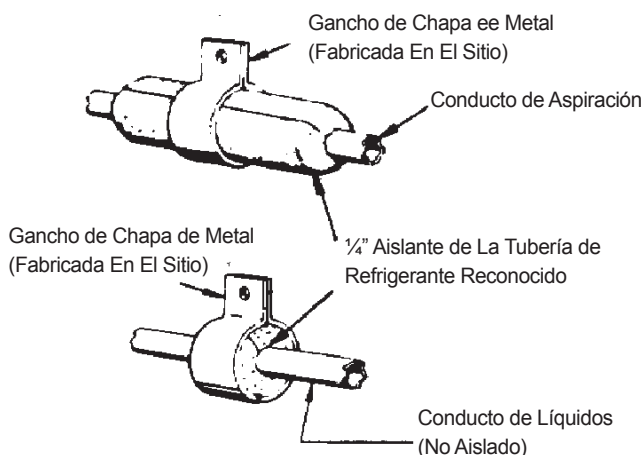

Figura 1. Ganchos para El Conducto de Refrigerante
1. Todos los conductos de absorción deben estar aislados (Figura 1)
2. Todos los conductos de refrigerante deben estar aislados de la estructura. (Figura 1.)
3. Se deben usar ganchos para soportar los conductos de refrigerante. (Figura 1.)